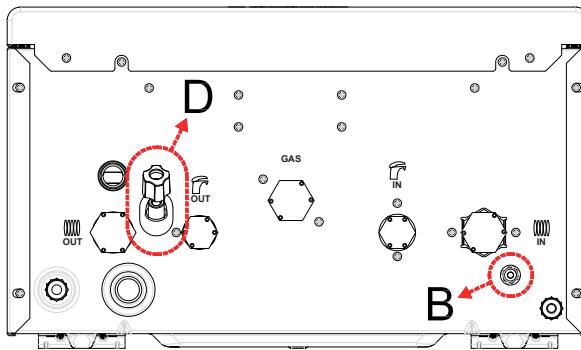

Abbildung 3. Super Fit Kombigerät Ansicht von unten
Auf der vorderen Abdeckung beim Super Fit Kombigeräte befindet sich ein Manometer. Nachdem alle notwendigen Anschlüsse (Strom, Rohre und Schornstein) des Kombigeräts installiert sind, kann mit dem Füllhahn (D), der sich an der unteren linken Seite des Kombigeräts befindet, der Füllvorgang durchgeführt werden (Abbildung 3).
Sollte der Wasserdruck unter einen bestimmten Wert fallen erscheint auf der Anzeige die Fehlermeldung E04. Öffnen Sie den Füllhahn (D) in Abbildung 3, um den Druckwert in der Anlage zu erhöhen. Um eine Überfüllung der Anlage zu vermeiden, überprüfen Sie den Druckwert am Manometer. Füllen Sie die Anlage weiter, bis der Druck 1,2 bar erreicht. Wenn dieser Wert erreicht ist, schließen Sie den Füllhahn.
Wenn der Wasserdruck mehr als 3 bar beträgt, lassen Sie die entsprechende Wassermenge über den Entleerhahn (B) in einen Eimer ab (Abbildung 3).